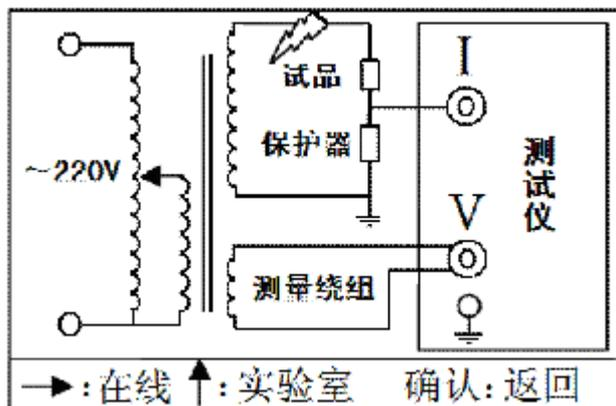

图 3 实验室接线
2. 选择“显示接线方式”，点击“确认”键→选择“实验室接线”，屏幕显示如图 3 所